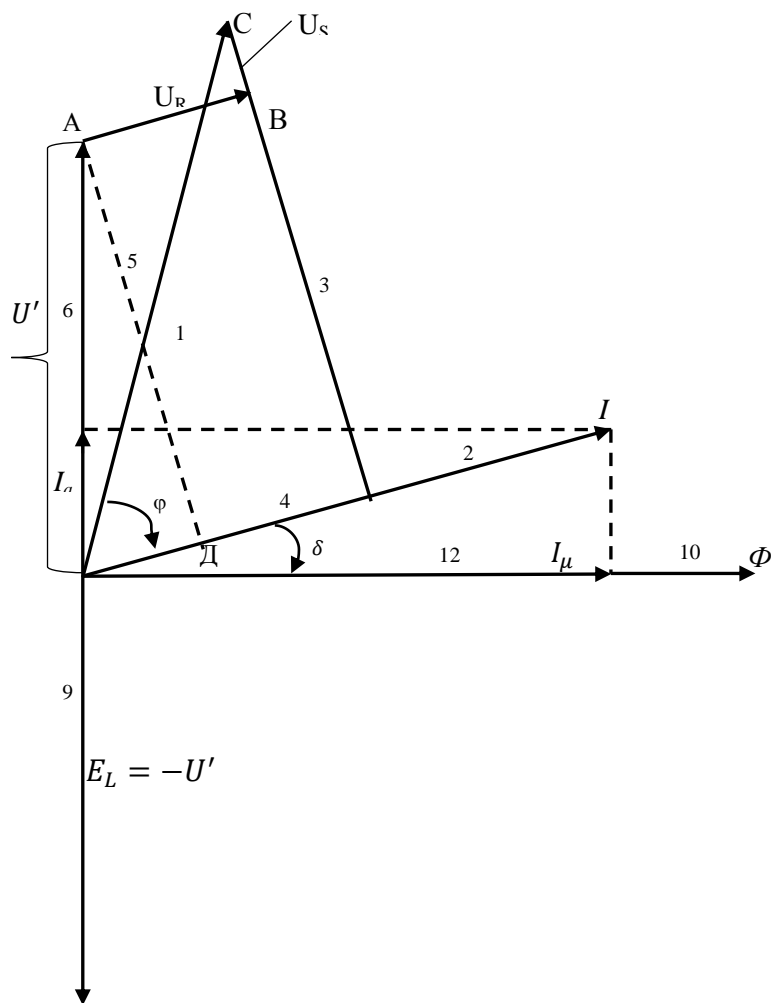

Рисунок 19.2 – Векторная диаграмма
4. Пользуясь полученными данными, постройте векторную диаграмму. Построение векторной диаграммы осуществляется в следующей последовательности (рисунок 19.2).
5. Пользуясь векторной диаграммой (рисунок 19.2) и выбранными масштабами напряжения и тока, определите следующие величины: